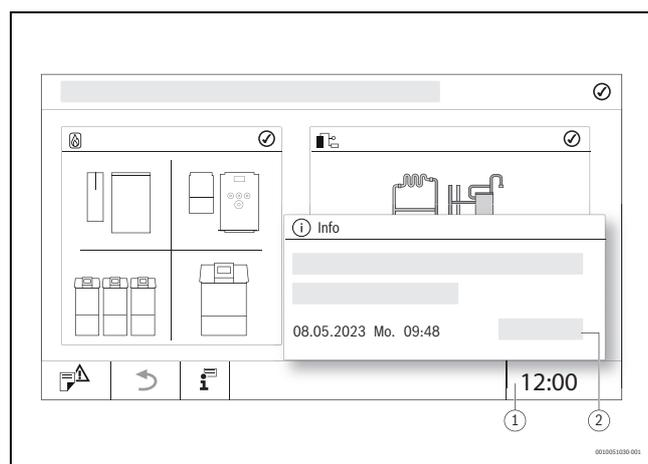

Fig. 13 Convertir l'heure du système
- Effleurer l'heure (→ fig. 13, [1]).
- ▶ Effleurer **Enregistrer** (→ fig. 13, [2]).